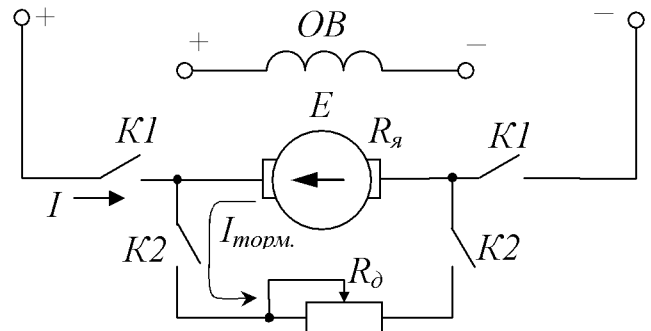

Рисунок 3.16 – Динамическое торможение
– якорь отключается от сети и замыкается на добавочное сопротивление  $R_d$ . При этом обмотка возбуждения  $OB$  остается под напряжением (рисунок 3.16).